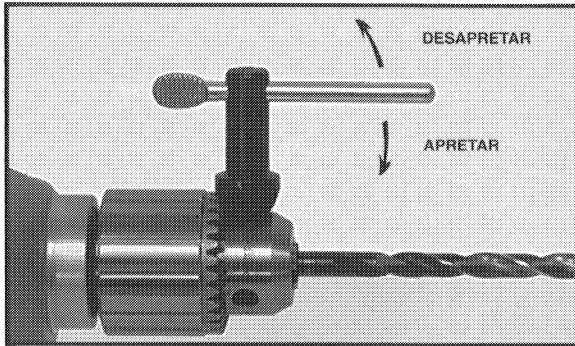

Fig. 1
5. Para apretar el mandril – meta la llave de mandril en cada bocallave (Fig. 1) a la vez y apriételes bien dándole vuelta a la llave en sentido a las manecillas del reloj.